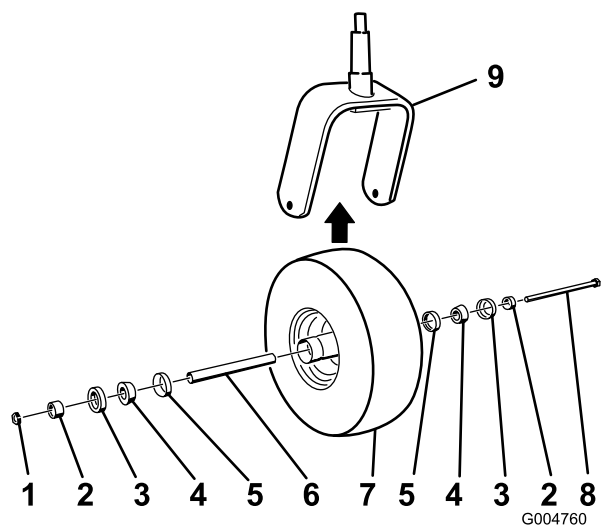

Figura 53
2. Togliete il dado di bloccaggio dal bullone che fissa la rotella orientabile alla forcella (Figura 53).
5. Montate la rotella orientabile premendo i cuscinetti conici e gli schermi, lubrificati con grasso, nel mozzo della ruota, posizionata come illustrato nella Figura 53.